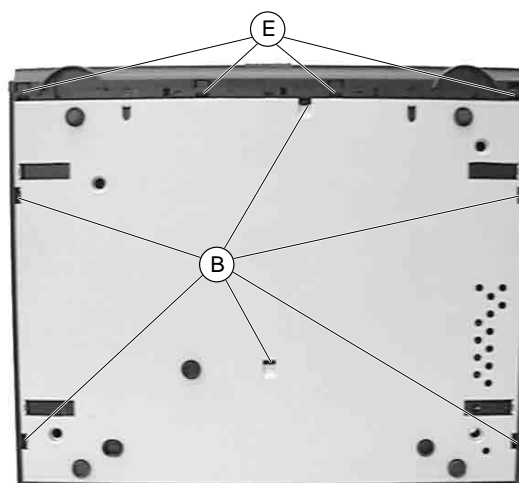
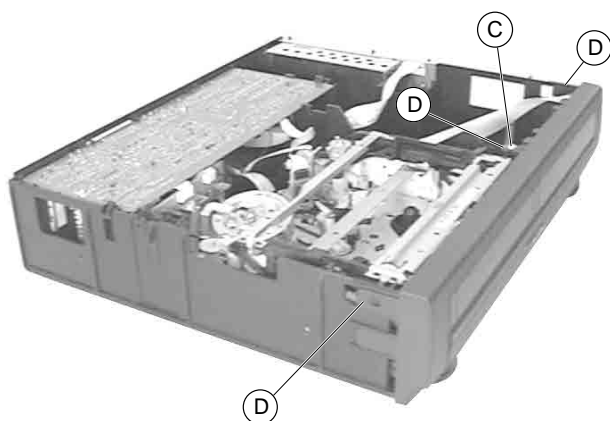

Fig. 2
Fig. 3
- Rastnasen (B) lösen (Fig. 2) und Bodenblech abnehmen.
- Schraube (C) (Fig. 3) herausdrehen.
- Rasthaken (D) (Fig. 3) sowie Rasthaken (E) (Fig. 2) lösen und Frontblende abnehmen.
- Release the locking lugs (B) (Fig. 2) and remove the bottom panel.
- Undo the screw (C)
- Release the locking catches (D) (Fig.3) and the catch (E) (Fig. 2) and remove the front panel.